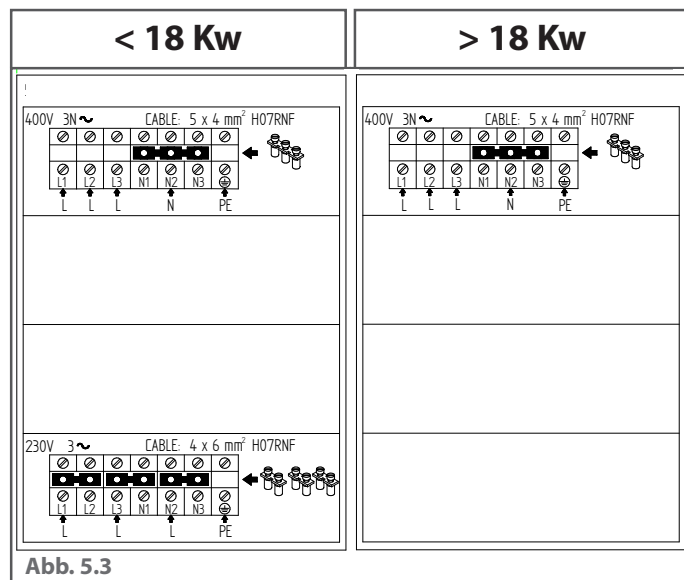

Abb. 5.3
► Abb. 5.3
- 2 Lösen Sie den Kabeldurchlass und stecken Sie das Versorgungskabel durch. Auf dem Aufkleber an der Geräteseite sind die zulässige Kabelart und der passende Kabelquerschnitt angegeben. Diese sind abhängig von der Spannungsart und der Gesamtaufnahme des Gerätes (z.B. Kabel: 4x6 mm² H07RNF, siehe auch ► Abb. 5.3).
Das Kabel darf nur durch eines mit gleichen Eigenschaften ersetzt werden: Der zu verwendende Kabeltyp und sein Querschnitt sind immer auf dem technischen Datenschild angegeben (z.B. Kabel: 4x6 mm² H07RNF, siehe auch ► Abb. 5.3). Das Erdungskabel muss immer gelb-grün sein.
Der dargestellte Anschluss und die Farben der Kabel dienen nur der Illustration. Bitte ausschließlich die Angaben des Schemas auf dem Gerät berücksichtigen, siehe ► Abb. 5.3